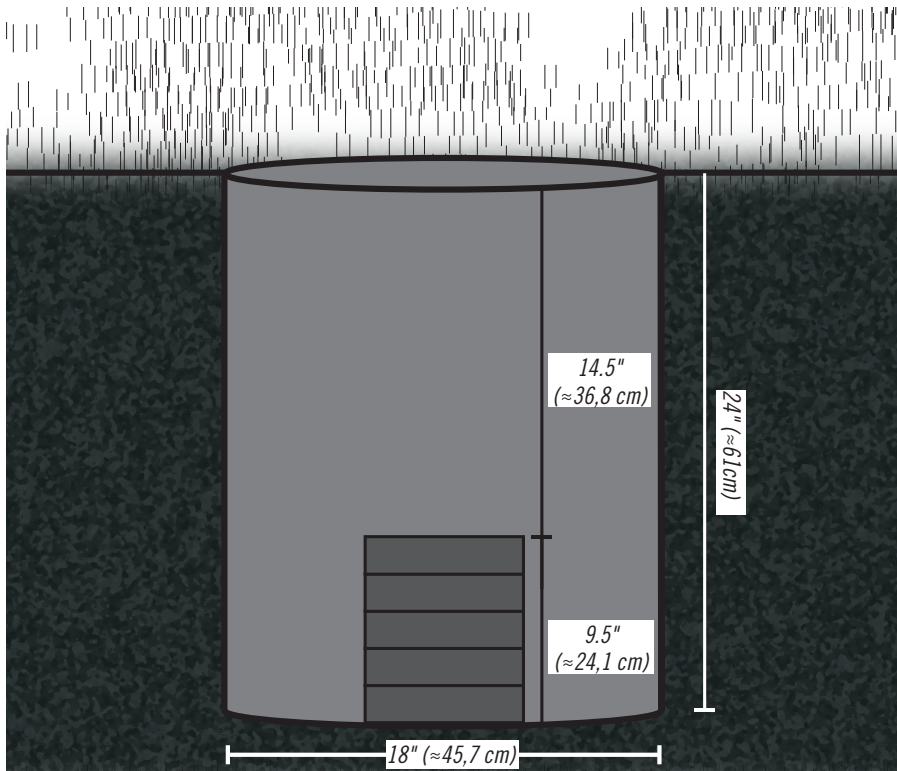
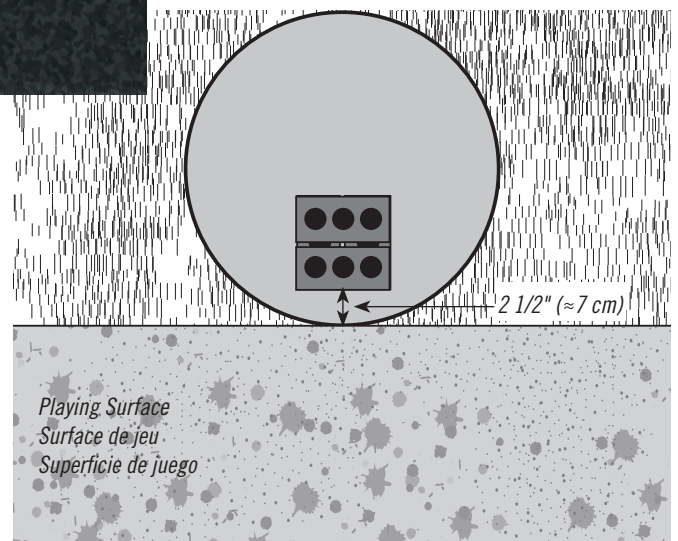

Fig. 1
Fig. 2
- Stack bricks or patio blocks in the hole so the top of the stack measures 9.5" ($\approx 24,1$ cm) from the bottom of the hole (**Fig. 1**). The edge of the bricks should be about 2 1/2" (≈ 7 cm) from the playing surface (**Fig. 2**).
- Empiler des briques ou des dalles du patio dans le trou de sorte que le haut de la pile mesure 9,5 po ($\approx 24,1$ cm) du fond du trou (**Fig. 1**). Le bord des briques devrait être 2,5 po (≈ 7 cm) de la surface de jeu (**Fig. 2**).
- Pilar unos ladrillos o bloques de patio en el hoyo de modo que la parte superior de la pila mida 9,5 in ($\approx 24,1$ cm) desde el fondo del hoyo (**Fig. 1**). El borde de los ladrillos debería estar 2,5 in (≈ 7 cm) de la superficie de juego (**Fig. 2**).